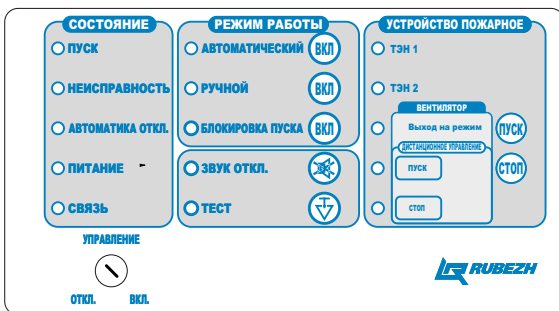

Рисунок 4 – Панель управления ШУ
1.5.12 На лицевой стороне ШУ расположены индикаторы и органы управления с защитой от несанкционированного доступа. Все индикаторы и органы управления разделены на три группы **СОСТОЯНИЕ**, **РЕЖИМ РАБОТЫ** и **УСТРОЙСТВО ПОЖАРНОЕ** (Рисунок 4).
ШУ переводится в режим «**Автоматический**» нажатием кнопки «**ВКЛ.**» рядом с наименованием индикатора **АВТОМАТИЧЕСКИЙ** в поле **РЕЖИМ РАБОТЫ** панели управления (Рисунок 4). Нажатие кнопки подтверждается кратковременным звуковым сигналом и включением индикатора **АВТОМАТИЧЕСКИЙ**. При этом индикатор **РУЧНОЙ** или **БЛОКИРОВКА ПУСКА** гаснет.
ШУ переводится в режим «**Ручной**» нажатием кнопки «**ВКЛ.**» рядом с наименованием индикатора **РУЧНОЙ** в поле **РЕЖИМ РАБОТЫ** панели управления (Рисунок 4). Нажатие кнопки подтверждается кратковременным звуковым сигналом и включением индикатора **РУЧНОЙ**. При этом индикаторы
ШУ переводится в режим **«Блокировка пуска»** нажатием кнопки **«ВКЛ.»** рядом с наименованием индикатора **БЛОКИРОВКА ПУСКА** в поле **РЕЖИМ РАБОТЫ** панели управления (Рисунок 4). Нажатие кнопки подтверждается кратковременным звуковым сигналом и включением индикатора **БЛОКИРОВКА ПУСКА**. При этом индикаторы **РУЧНОЙ** или **АВТОМАТИЧЕСКИЙ** гаснут и загорается индикатор **АВТОМАТИКА ОТКЛ.**